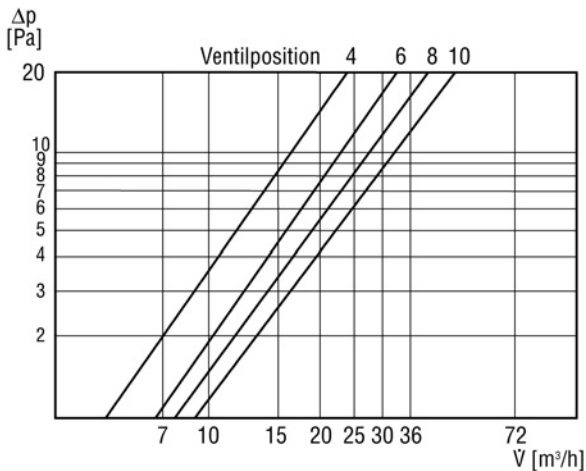

Abbildung 1: Kennlinien zum Einstellen des ZE 10 IB
- Der Luftstrom wird unter Verwendung des Diagramms [Abbildung 1] eingestellt.